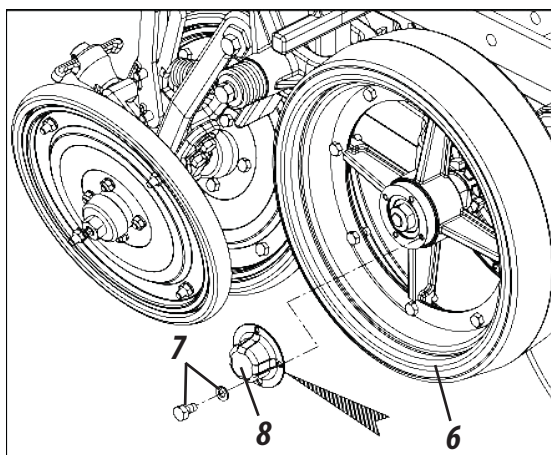

Figura 48
- 2- Nas rodas compactadoras (6) solte os parafusos e arruelas (7), retire a calota (8) e introduza graxa nova. Recoloque a calota (8) nas rodas compactadoras (6) e fixe-a com os parafusos e arruelas (7), conforme mostra a figura 48.